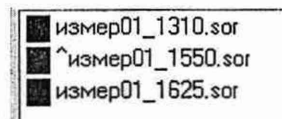

Рисунок 6
5) После окончания измерения перейти на закладку **2 маркера**, установить маркеры на рефлектограмму и убедиться в возможности измерения затухания и длины ОВ на каждой длине волны. Измерения проводятся по "активной" рефлектограмме, около названия которой есть символ \wedge (см. рисунок 6). Чтобы сделать рефлектограмму активной надо дважды щелкнуть левой клавишей мыши по ее названию.